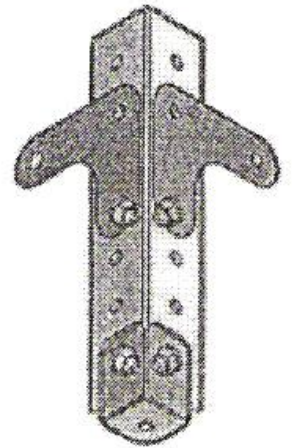

рис. 1
1. На каждую из стоек установить по одному подпятнику. Подпятник вкладывается внутрь стойки и крепится двумя болтами (рис. 1).
направлениях устанавливаются уголки усиления (8 шт. на каждую полку), и каждый предварительно крепится одним болтом (рис.1).